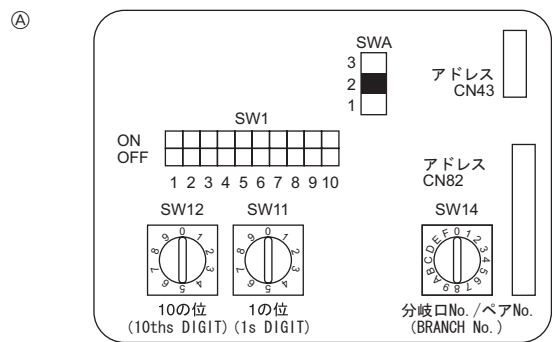

Fig. 6-4
6.5. Configuration des adresses (Fig. 6-4)
6.6. Détection de la température ambiante à l'aide du capteur intégré à la télécommande (Fig. 6-4)